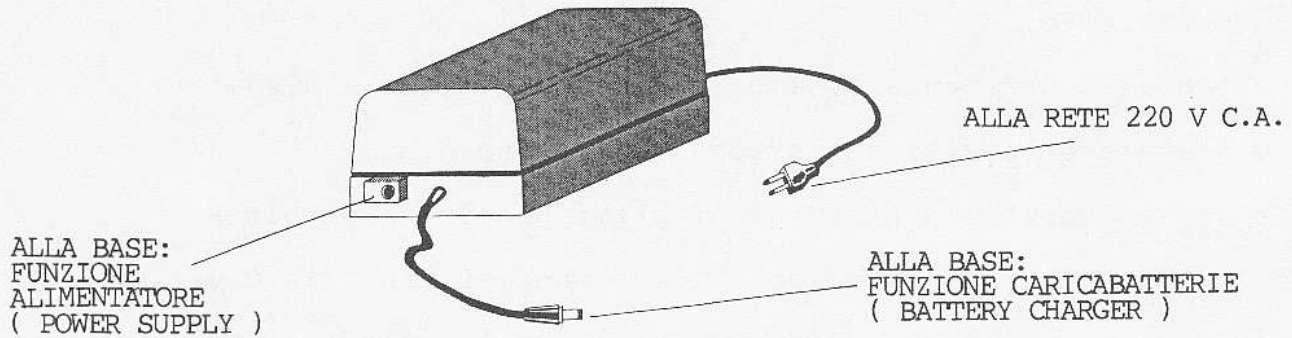

fig a.3.1
B) prendete il cavo di caricabatteria del PS & BC (vedi fig a.3.1 nella pagina precedente) e inseritelo nella corrispondente presa della BASE (fig a.3.3).
Connettete l'altro spinotto di ALIMENTAZIONE alla presa sul PS & BC (fig a.3.1) .